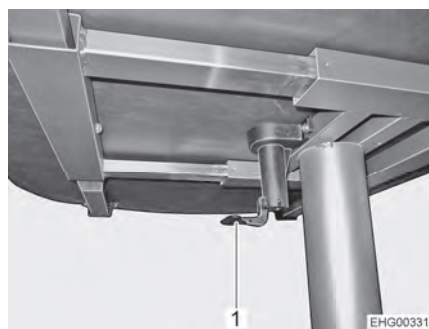

Bild 61 Hubtisch
- Den Hebel der zentralen Tischverriegelung (Bild 61,1) nach unten klappen.